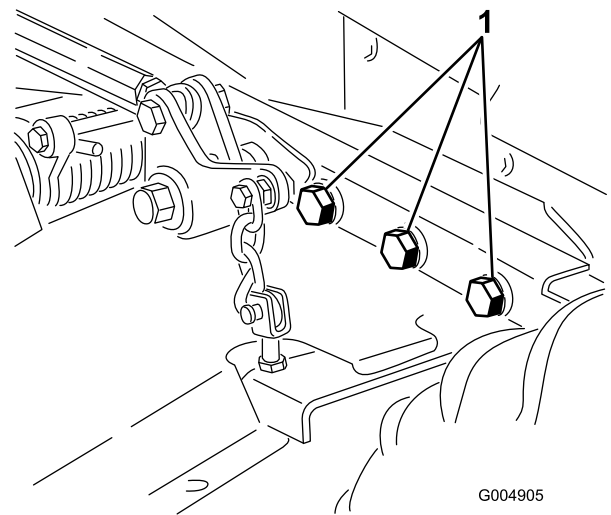

図 80
4. ボルトナット類にゆるみながいか点検し、必要な締め付けを行う。ボルトナット類にゆるみながいか点検し、必要な締め付けを行う。特に、芝刈りデッキのフレームをトラクションユニットに固定している6本のボルト(図 80)は265 ft-lb (359 N·m=36.6 kg.m) にトルク締めする。